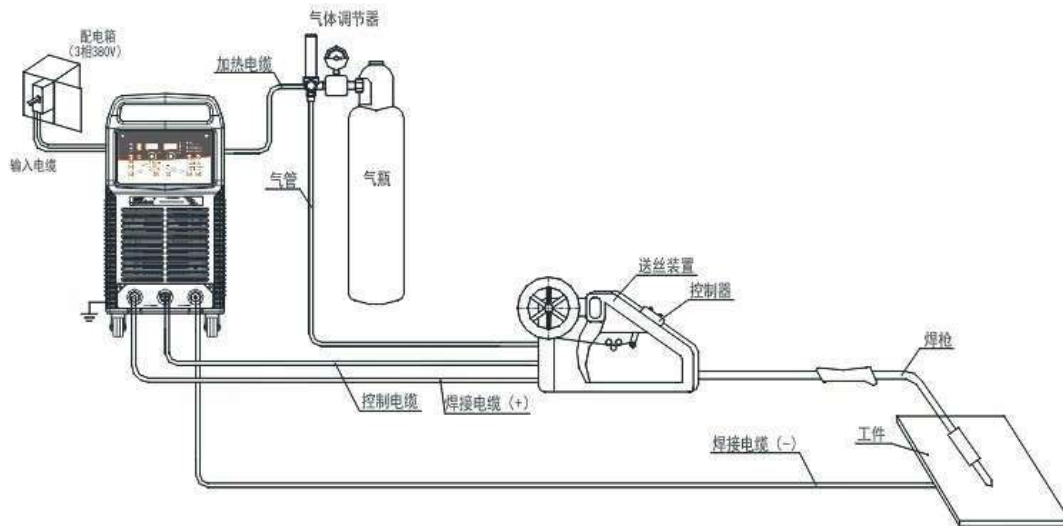
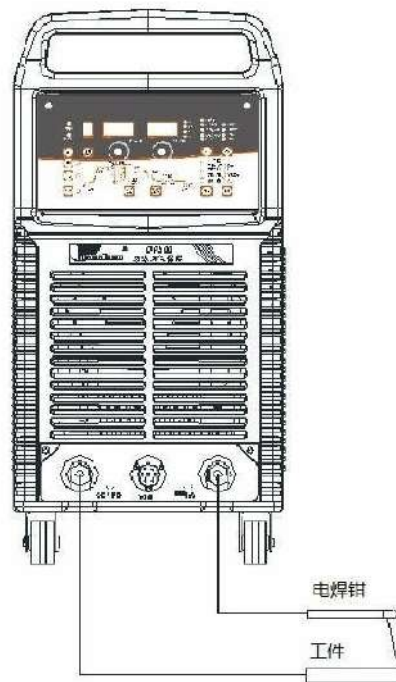

Рисунок 1. Принципиальная схема сварочного соединения в среде защитного газа.
Рисунок 2. Схема соединения для ручной сварки.
- е. Внешние электрические соединения обычного сварочного аппарата серии DP показаны на рис. 1 и рис. 2.